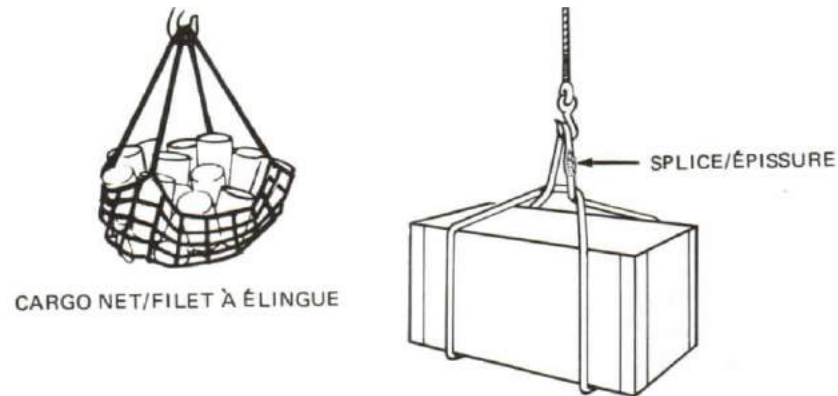

Figure 11-19
6. Probably the most useful of all methods of slinging is the cargo net. It may be loaded flat on the deck and the slings placed quite easily on a hook. Cargo nets should not be used for fragile or very heavy objects. See Figure 11-19.
6. Le filet d'élingue constitue probablement le plus pratique de tous les appareils de hissage. Il s'étend sur le pont pour le chargement et ses élingues se fixent facilement à un croc. On ne peut pas l'employer pour soulever des objets fragiles ou très lourds (voir la figure 11-19).